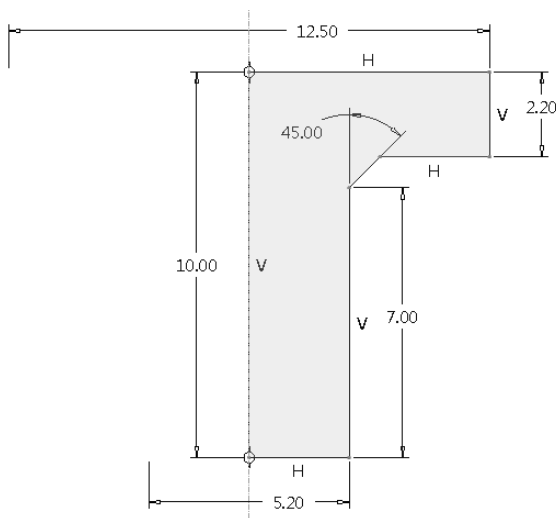

图 6-15 绘制截面
- 4) 绘制图 6-15 所示的截面, 包括一根定义孔轴线的竖直中心线。